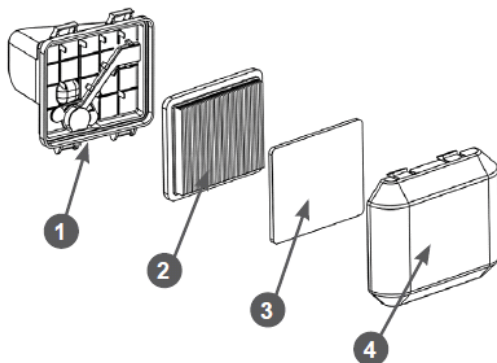

Рис. 22 Обслуживание воздушного фильтра
1. Нажмите на фиксаторы и снимите крышку 4 воздушного фильтра (Рис. 22).
2. Извлеките из крышки воздушного фильтра предварительный фильтрующий элемент 3 (Рис. 22).
3. Извлеките основной фильтрующий элемент 2 (Рис. 22).